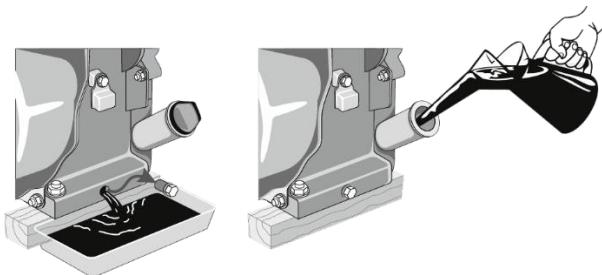

Рисунок 13. Схема заміни моторного масла.
6.3.1. Порядок заміни моторного масла (рис. 13):
4. Відкрутити пробку отвору для зливу масла з картера (рис. 13).